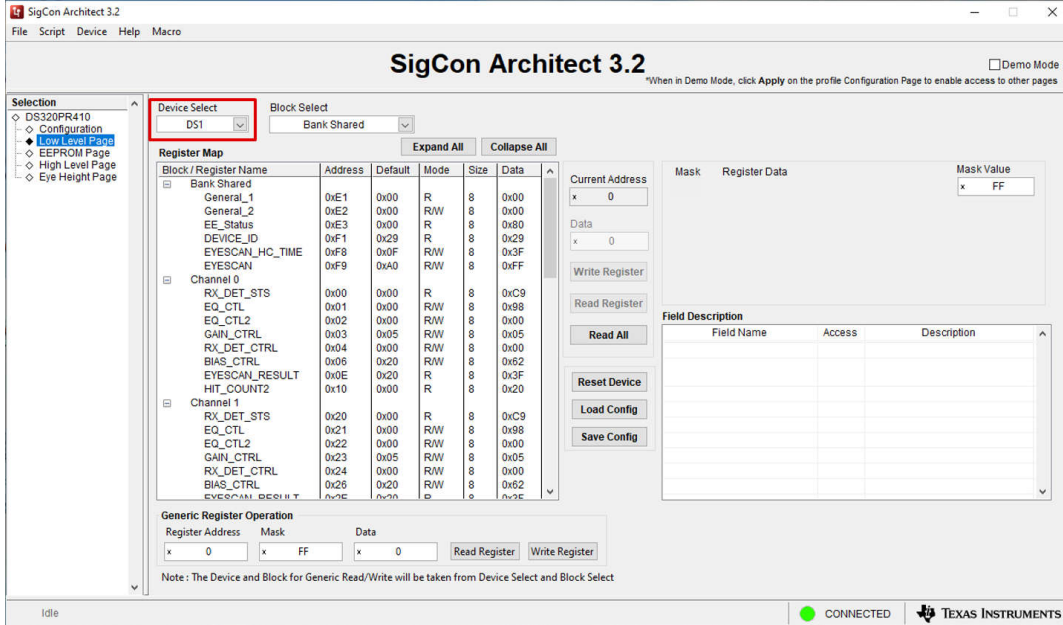

图 3-1. 底层页面：“Device Select” 下拉菜单
1. 使用图 3-1 中显示的 *Device Select* 下拉菜单选择要进行读取或写入的器件。DS320PR410-RSC-EVM 包含四个下游器件和四个上游器件。